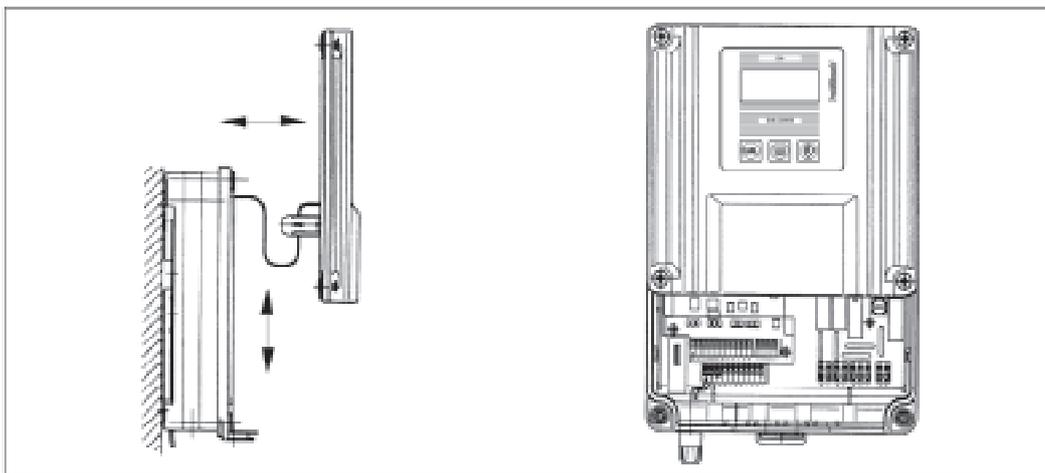

Fig. 2 : Ouverture du module de commande
- ▶ Ouvrir le module de commande : (voir fig. 2)